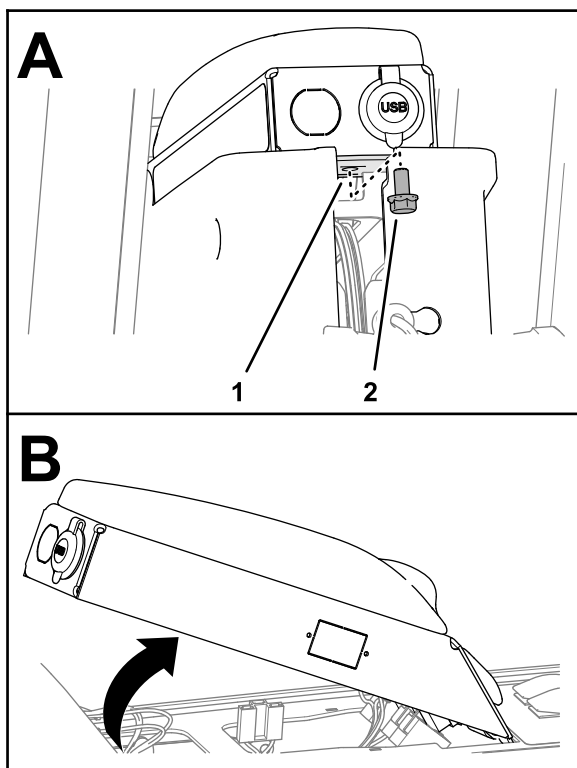

図 103
4. アームパネルをコンソールフレームに固定しているフランジヘッドキャップスクリュー (5/16 x 5/8") を取り外します 図 103。
5. アームパネルをフレームから持ち上げます (図 103)。